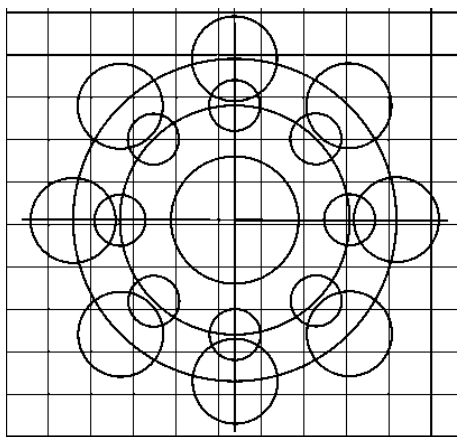

Рис. 36. Построение контура
4. Построение контура (рис. 36):